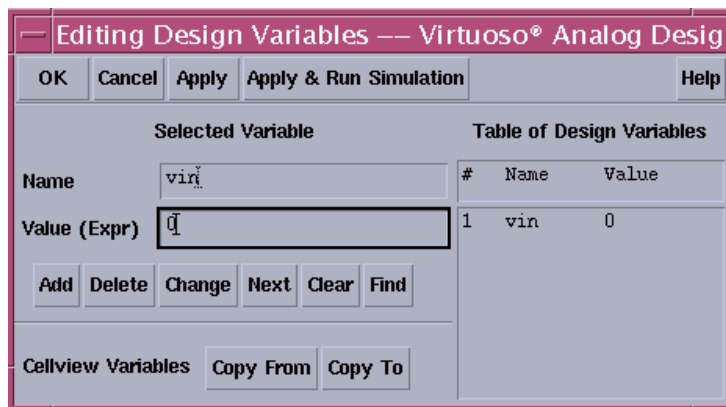

图 1.6 变量设置
②编辑变量。在 ADE 窗口中点  按钮，就会弹出 EDV 窗口，然后在此窗口中点 Copy From，会自动从原理图中提出相应的变量，我们前边的 vin 会被自动提出。将其初始值设置为 0，初值可以任意，但一定要有，否则仿真会出错，如图 1.6 所示。